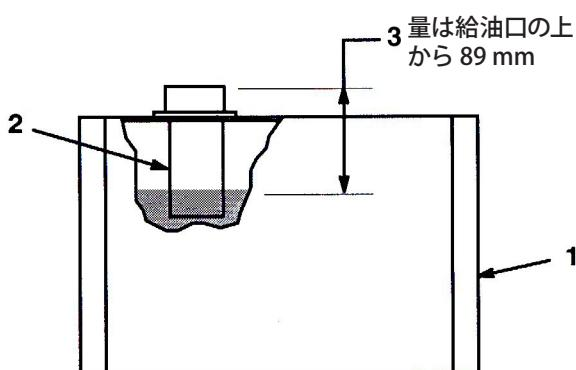

図 15
2. オイル・タンク上部にあるキャップを取って油量を点検する。補給口の根元から90 mm 程度下の位置に油面があれば適正とする (図15)。